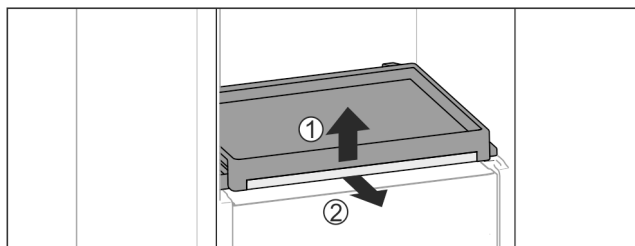

Fig. 111
- Izvadite izvlačni pretinac sa staklenom pločom: Staklenu ploču s prednje strane lagano podignite Fig. 111 (1) i izvucite prema naprijed Fig. 111 (2).